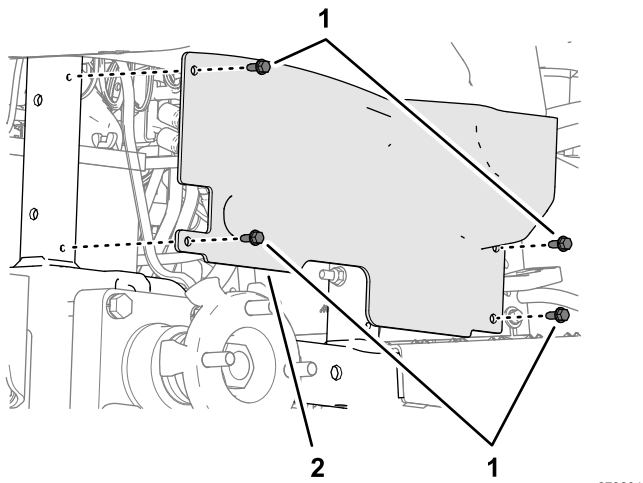

图30
3. 拆下将车轮护罩固定到机器机架上的 4 个凸缘平头螺丝 $\frac{1}{4} \times \frac{5}{8}$ 英寸 图30。